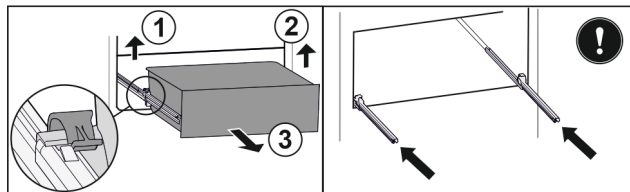

Fig. 152
- Ngrini lart kapësen e majtë dhe në të njëjtën kohë tërhiqni nga përpara sirtarin e majta. Fig. 152 (1)
- Ngrini lart kapësen e djathtë dhe në të njëjtën kohë tërhiqni nga përpara sirtarin nga e djathta. Fig. 152 (2)
- Hiqeni sirtarin nga përpara. Fig. 152 (3)